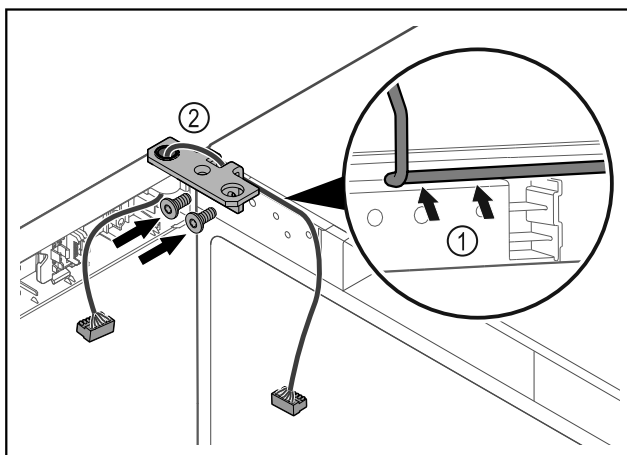

Fig. 40
- Kabel speljite skozi izrez tečaja kotnika in ga previdno zložite Fig. 40 (1).
- Privijte kotnik tečajev vrat Fig. 40 (2).